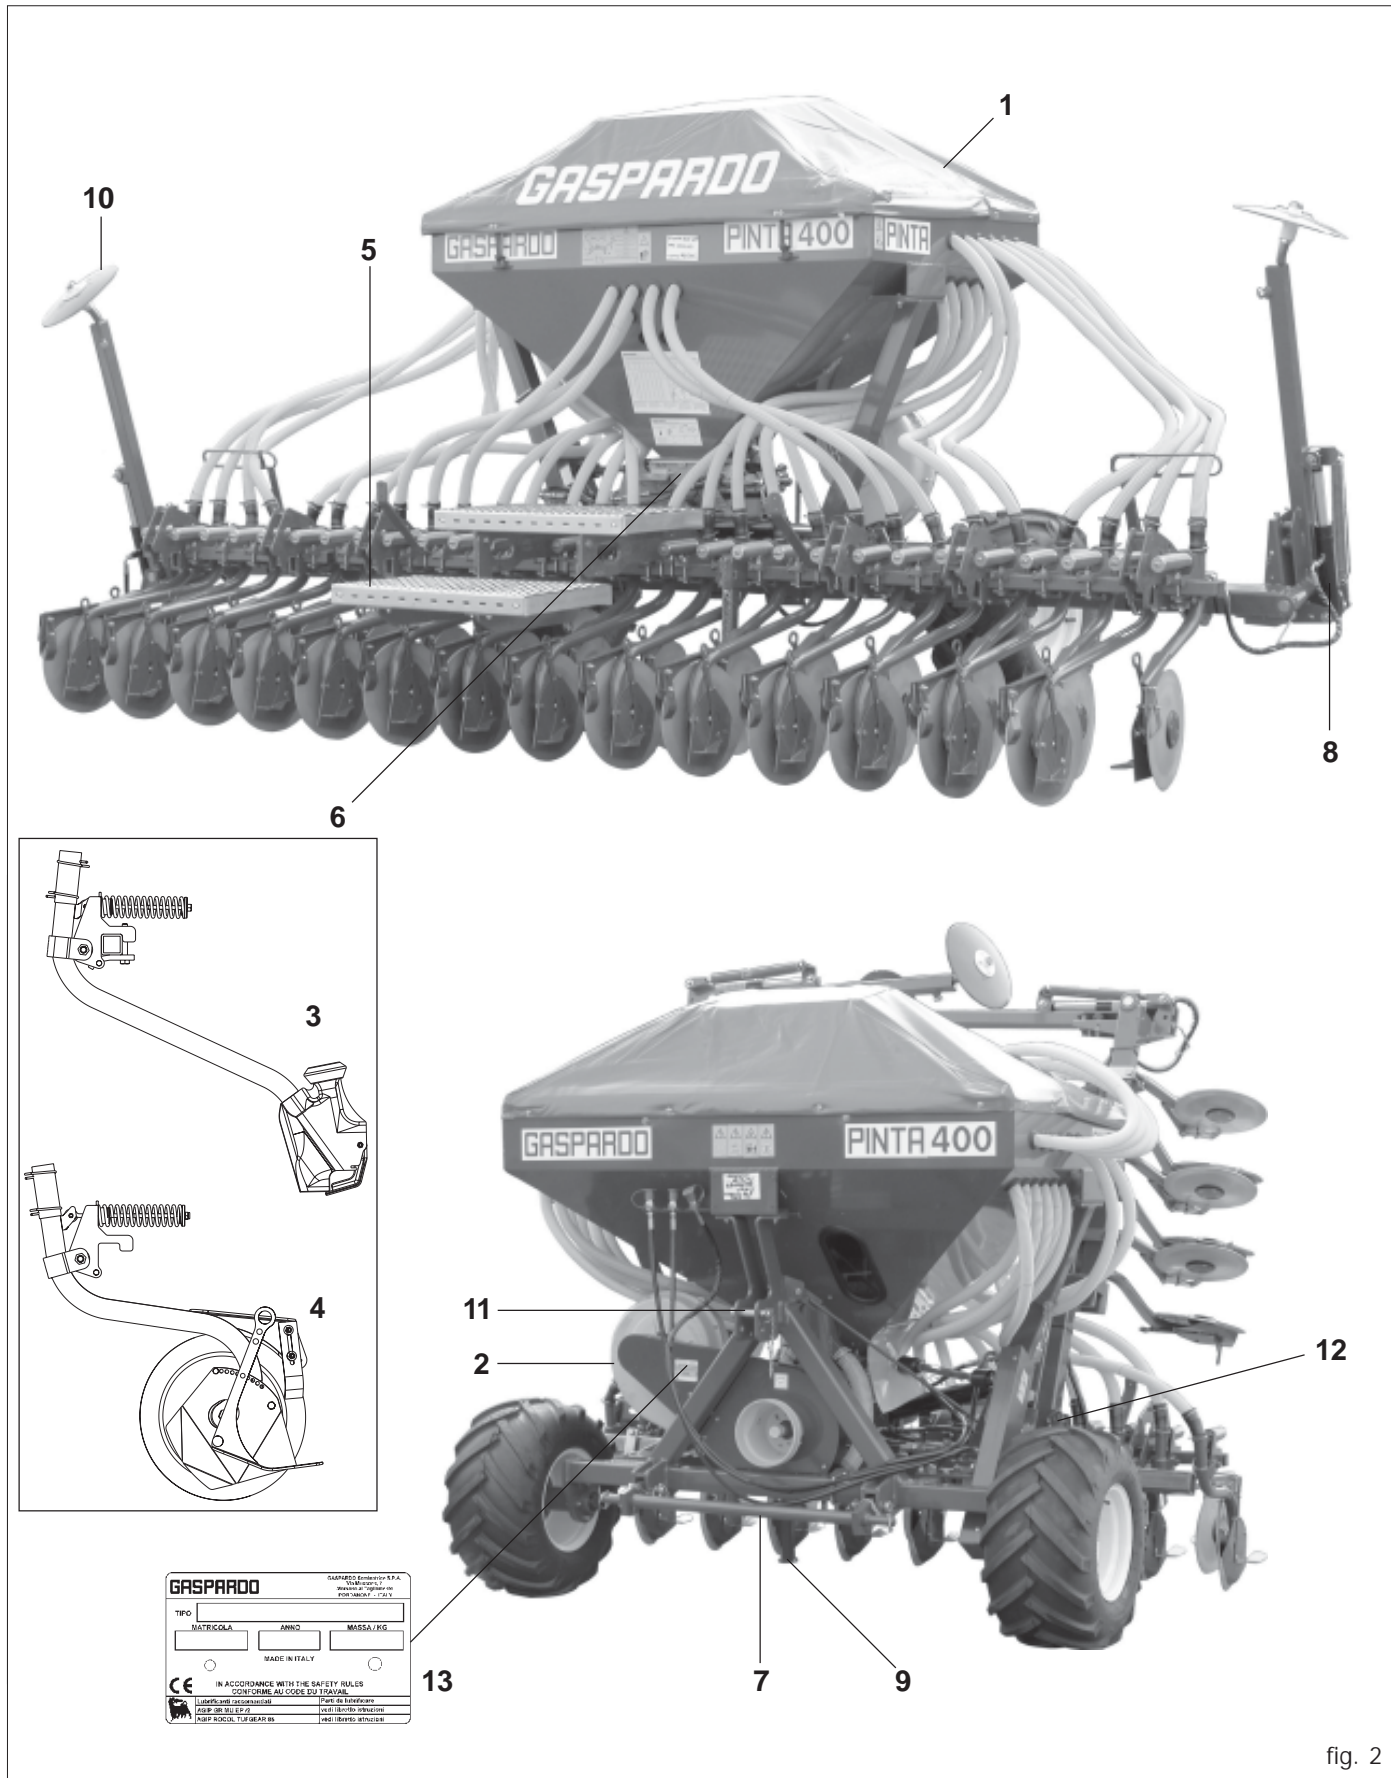

fig. 2
Ogni singola attrezzatura, è dotata di una targhetta di identificazione (13 Fig. 2), i cui dati riportano:
La massa della macchina è evidenziata nella targhetta di identificazione (13 Fig. 2).
1.7 DISEGNO COMPLESSIVO (Fig. 2)